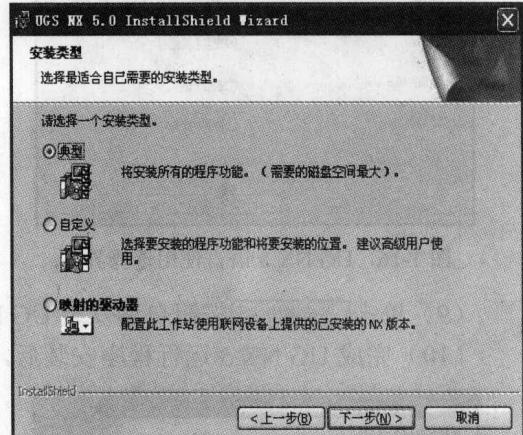

图 1-13 安装类型选择界面
(4) 单击 **下一步(N) >** 按钮进入安装类型选择界面, 如图 1-13 所示。